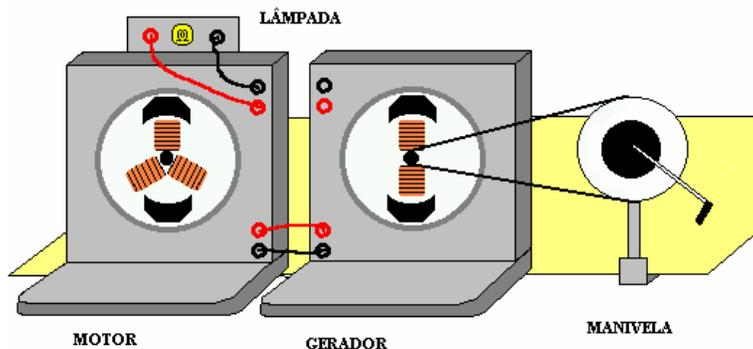

Figura 10.6: motor e gerador
- a) Observe a máquina elétrica montada na sua bancada, e pela figura 10.6 identifique o motor.